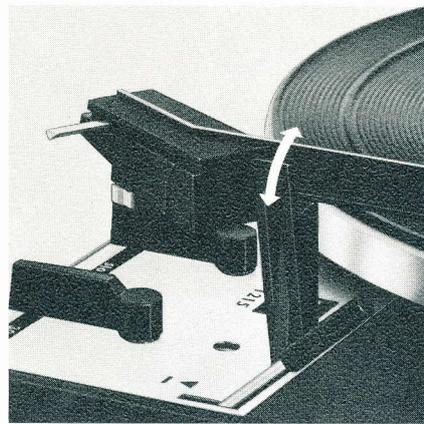

Fig. 7
Dann wählen Sie die erforderliche Plattenteller-Drehzahl ②, stellen die Drehtaste ⑫ auf den Schallplatten-Durchmesser (17, 25 oder 30 cm, bzw. 7, 10 oder 12") ein und entriegeln den Tonarm (Fig. 7).
**Bemerkung:** Nach dem Spielen der Schallplatte oder der letzten Platte eines Stapels kehrt der Tonarm automatisch auf seine Stütze zurück. Das Gerät schaltet sich aus. Es empfiehlt sich, nach Beendigung des Spieles den Tonarm zu verriegeln (Fig. 7).